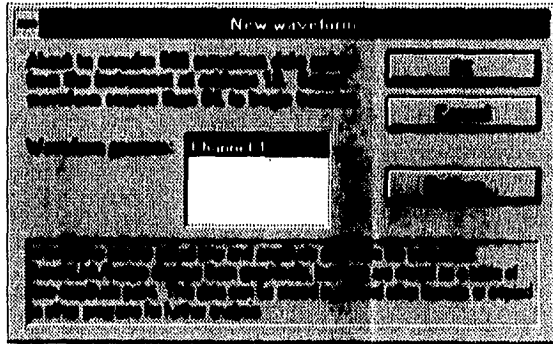

Figura 4.43
1. De la barra de menú, seleccionar Waveform/New... El cuadro de diálogo de la nueva forma de onda como el que se muestra en la Figura 4.43 aparecerá, ofreciendo información acerca